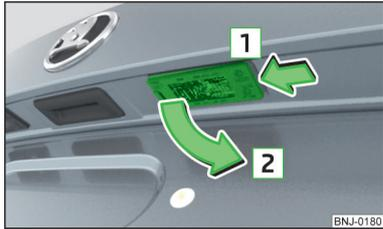

Fig. 214
- Poussez la lampe dans le sens de la flèche [1] » fig. 214.